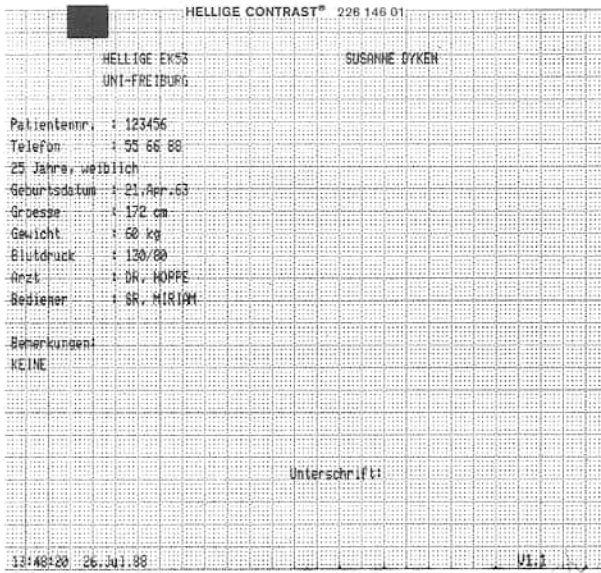

Bild 8-2. Patientenblatt EK 53
- * Die Patientendaten werden nach Drücken der Taste "Text" über die Schreibmaschinentastatur des Gerätes eingegeben. Dabei zeigt die Anzeige die eingegebenen Texte an und führt den Benutzer durch die Eingabeprozedur. Die Ausgabe erfolgt auf dem sogenannten Patientenblatt (Bild 8-2).